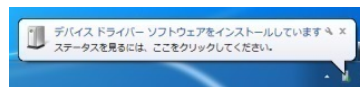
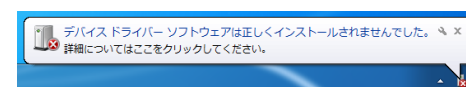

図 6 USB デバイスドライバインストール中のメッセージ 1
図 7 USB デバイスドライバインストール中のメッセージ 2
- 5-3. ML62Q1747 LCD アプリケーションボードと PC を USB ケーブルで接続します。ML62Q1747 LCD アプリケーションボードを PC に初めて接続した場合は、以下の図 6、図 7 のメッセージが順次表示される場合があります。